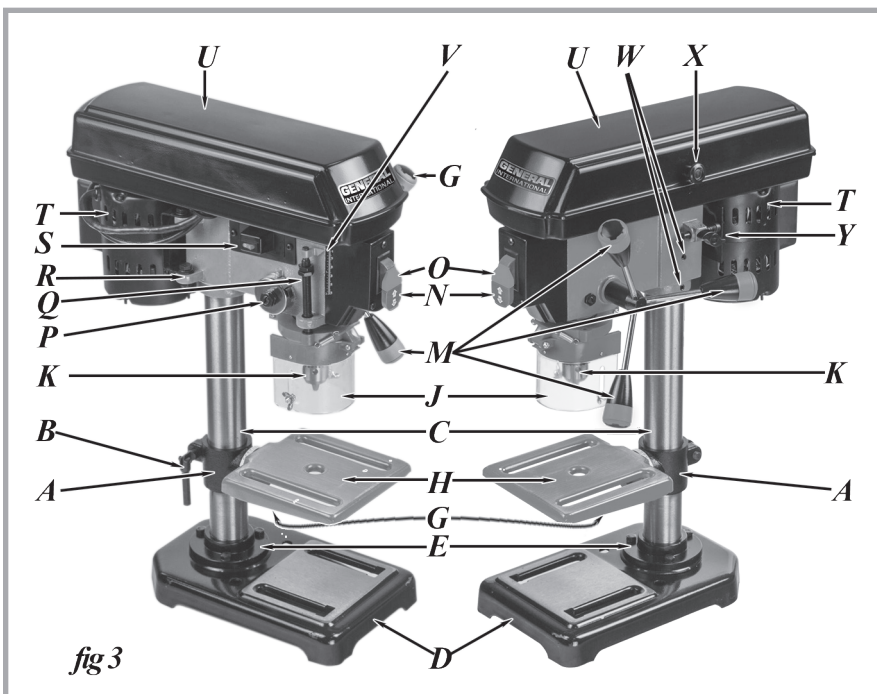

fig 3
6. À l'aide d'une clé hexagonale de 4 mm (Allen), fixer l'ensemble de la tête en place par serrant la tête verrouiller les vis de réglage (de W, fig 3) sur le côté droit de la tête.
12. Installez une M5 x 12 vis à tête cylindrique à l'intérieur de la couverture poulie à travers le trou et fixer la poignée (X, fig 3) de l'extérieur.
1. Repérez l'interrupteur du laser (T, fig 3) sur le côté gauche de la tête.
2. Pour déplacer la courroie, desserrez le bouton de verrouillage de la tension de la courroie (Y, fig 3) sur le côté droit de l'ensemble de tête, et à faire pivoter le moteur vers l'avant de sorte de réduire la distance entre poulie moteur et l'arbre de poulie.
6. Insérez la mèche dans le mandrin (K, fig 3) assez loin pour obtenir un maximum prise des mâchoires du mandrin. Assurez-vous que la mèche est centrée dans le mandrin.
11. La profondeur de forage peut être contrôlée en observant l'indicateur et échelle de profondeur (V de la fig 3), sur le côté gauche de la tête de la perceuse, ou il peut être réglée très précisément en utilisant les écrous de butée de profondeur sur la jauge (Q, fig 3).